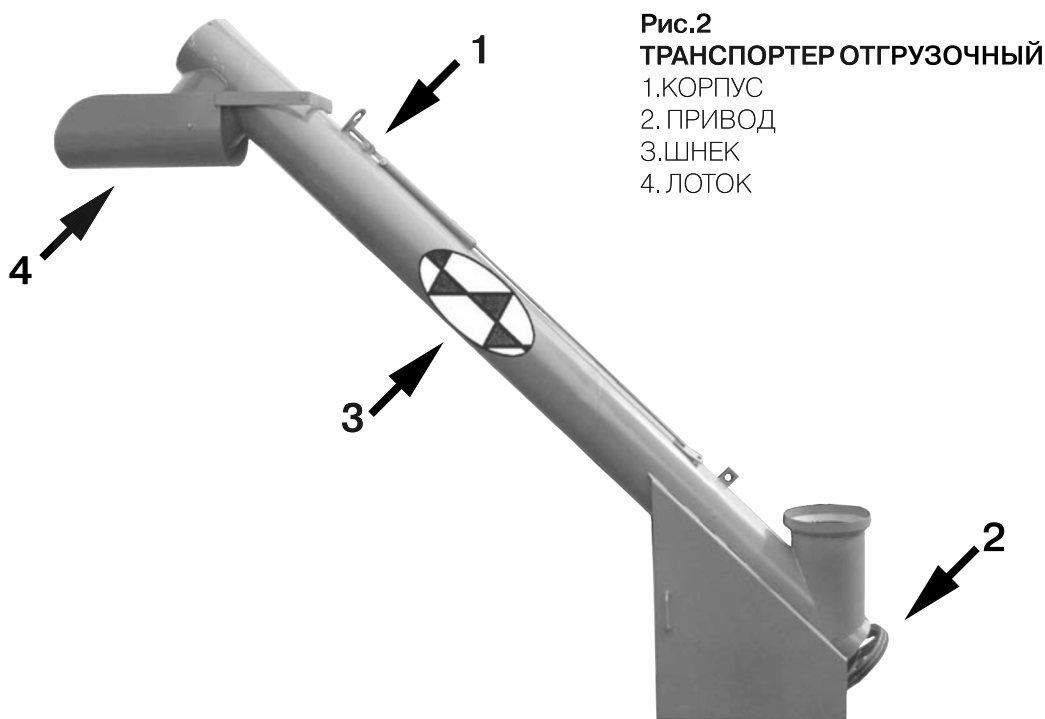

Рис.2
3.5. Транспортер отгрузочный служит для погрузки зерна в транспортные средства (рис.2).